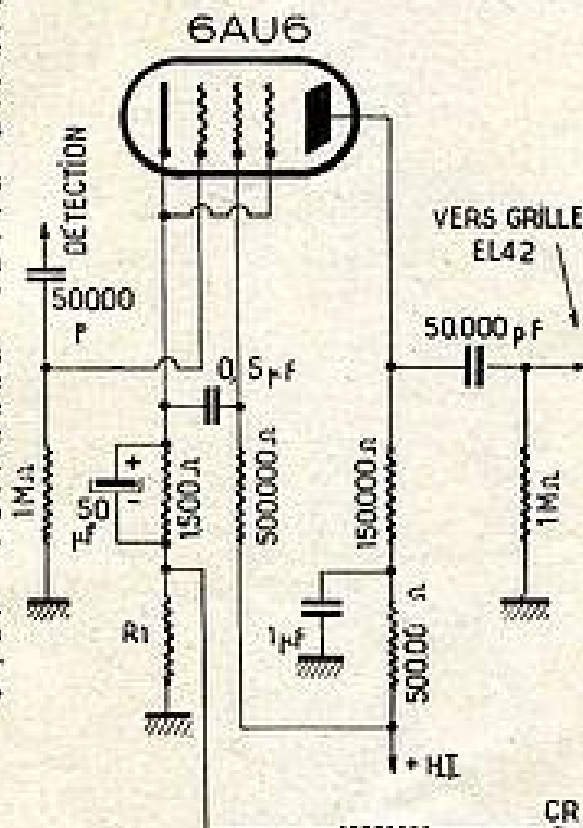

Fig. 2.
b) *Etage amplificateur de tension.* — Afin d'obtenir le gain maximum du tube 6AU6, nous avons légèrement modifié la valeur des éléments, comme il est indiqué figure 2.